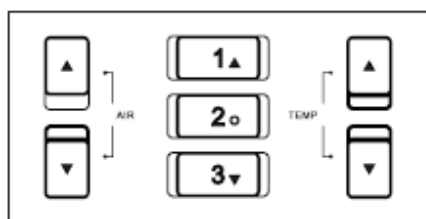

Рис. 1-4
1. Отрегулируйте объем воздуха: Нажмите кнопку воздуха «▲» или «▼» (см. РИС. 1-4). Длительное нажатие для быстрой регулировки. Прекратите нажимать кнопку в течение 3 секунд, это автоматически сохранит настройку.